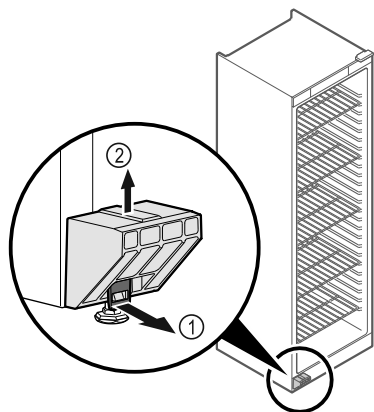

Fig. 1
- ▶ Træk lasken Fig. 1 (1) fremad.
- ▶ Træk transportsikringen Fig. 1 (2) op og af.